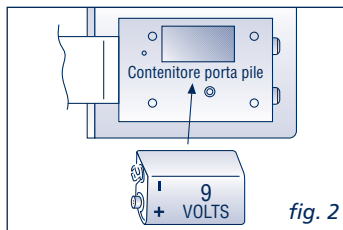

fig. 2
- Estrarre le batterie scariche (fig. 2).